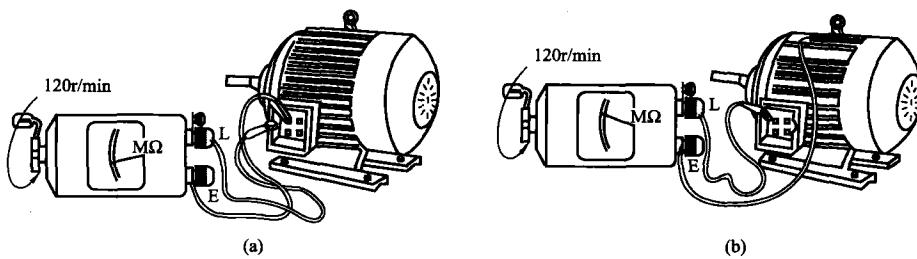

图 1-5 兆欧表测量电动机绕组的绝缘电阻
(1) 测绕组相间绝缘电阻。拆开电动机绕组的星形和三角形联结的连线。用兆欧表的两接线柱 E 和 L 分别接电动机的两相绕组，如图 1-5 (a) 所示。摇动兆欧表的发电机手柄后读数，数值则是电动机绕组的相间绝缘电阻。
(2) 测绕组对地绝缘电阻。绕组对地绝缘电阻将兆欧表接线柱 E 接电动机外壳（应清除电动机机壳上接触处的漆或锈等），接线柱 L 接电动机绕组上，如图 1-5 (b) 所示。摇动兆欧表的发电机手柄后读数，数值则是电动机绕组对地绝缘电阻。